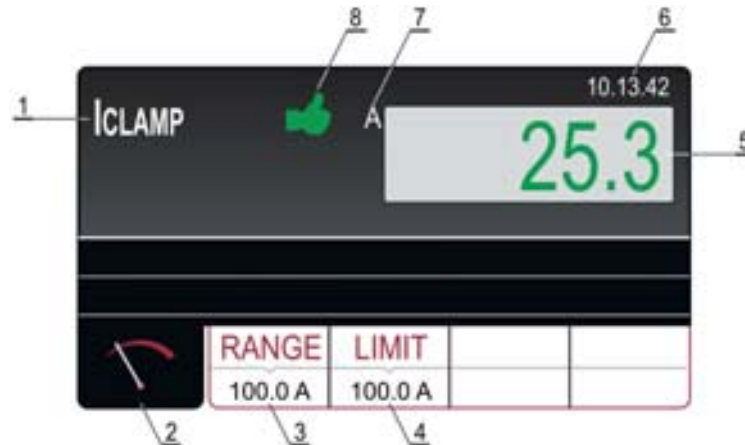

Fig. 70: Page-écran des résultats des essais ICLAMP
7. Avviare la misura premendo il tasto **START/STOP**. La misura è avviata e Lancer la mesure en appuyant sur la touche **START/STOP**. La mesure sera lancée et arrêtée par une nouvelle pression de la touche **START/STOP**. Le résultat du test sera affiché en vert s'il est inférieur ou égal ou en rouge si supérieur à la valeur limite réglée. Le résultat final sera accompagné du symbole vert et d'un signal sonore bref (résultat OK) ou du symbole rouge et d'un signal sonore prolongé (résultat non OK). La Fig. 70 montre un exemple de page-écran avec les résultats des mesures